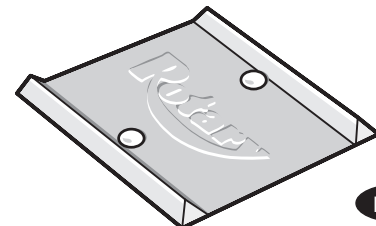

Fig. 27
25. Base de la Rueda: Coloque la base de la rueda como se muestra en la Fig. 1a. Taladre (2) orificios de 3/8" y 2-1/2" de profundidad en el piso de concreto utilizando los orificios en la base de ubicación de la rueda como guía. Dirija ambas anclas, proporcionadas, dentro del concreto para asegurar la base, Fig. 27.